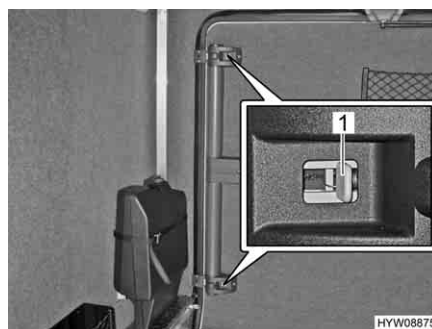

Fig. 45 Porta del garage (sbloccaggio di emergenza dall'interno)
- Spingere i cursori grigi (Fig. 45,1) presenti sulla chiusura superiore e inferiore verso il centro della porta.